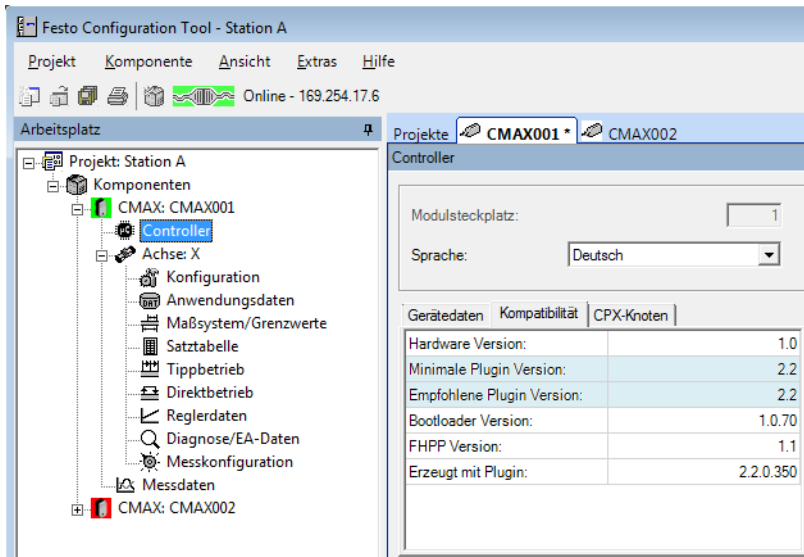

Fig. A.12 Anzeige der Versionen auf der Seite „Controller“
- Sobald eine Geräteverbindung erfolgreich hergestellt wurde, werden die vom CMAX geforderten PlugIn-Versionen auf der Seite „Controller“ im Register „Kompatibilität“ angezeigt → Fig. A.12.
Mit welchem PlugIn die Komponente CMAX im Projekt erzeugt wurde wird auf der Seite „Controller“ im Register „Kompatibilität“ angezeigt → Fig. A.12.